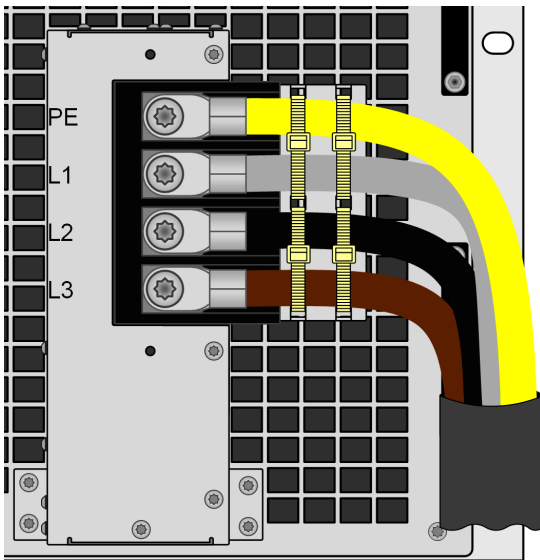

Bild 10 - Fertig montierte Zugentlastung
1. Die Leitungen zur AC-Anschlußklemme horizontal arrangieren, so daß sie über dem dahinter gelegenen Haltewinkel der Zugentlastung verlaufen, wie in *Bild 10* unten gezeigt.